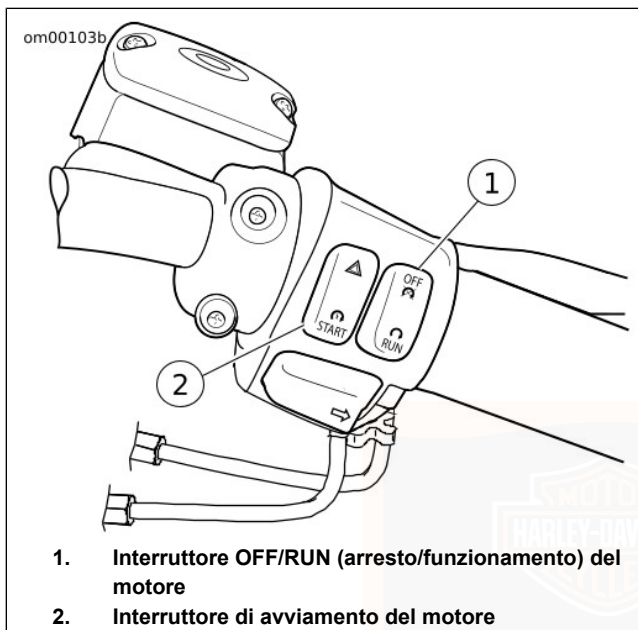

Figura 19. Comandi del semimanubrio destro
2. Vedere Figura 19. Girare l'interruttore di arresto/funzionamento del motore su FUNZIONAMENTO.